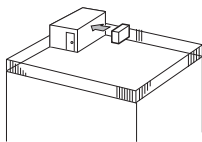

Fig. 2-3
- ① Umístěte výstup vzduchu směrem k nejbližší dostupné zdi a ponechte u ní volný prostor přibližně 35 cm. (Fig. 2-3)